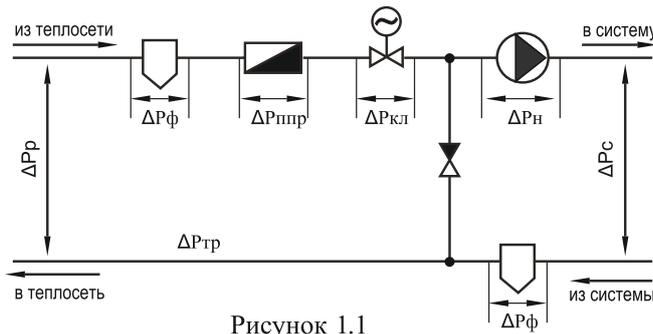

Рисунок 1.1
- в системах с зависимым присоединением потребителя (к примеру системы отопления) двухходовой клапан следует устанавливать на подающем трубопроводе (Рис. 1.1), перепад давления на клапане $\Delta P_{кл}$ будет равен: